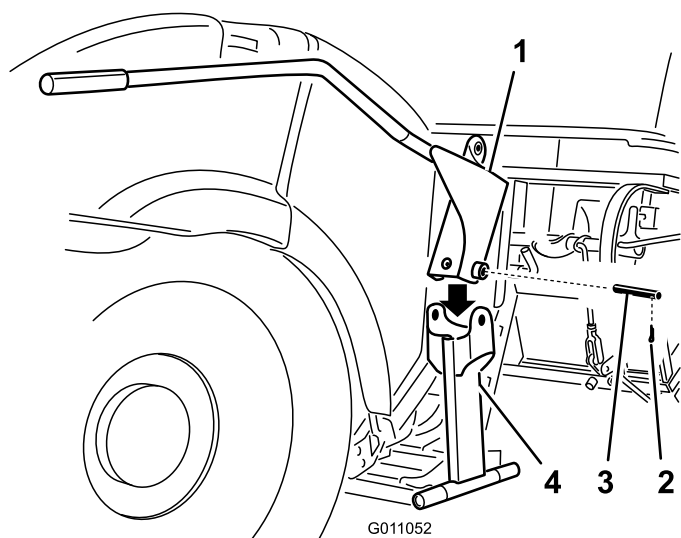

Figura 10
1. Coloque a estrutura do manipulô na estrutura de montagem do manipulô (Figura 10).
2. Prenda a estrutura do manipulô com um pino e um pino de segurança (Figura 10).